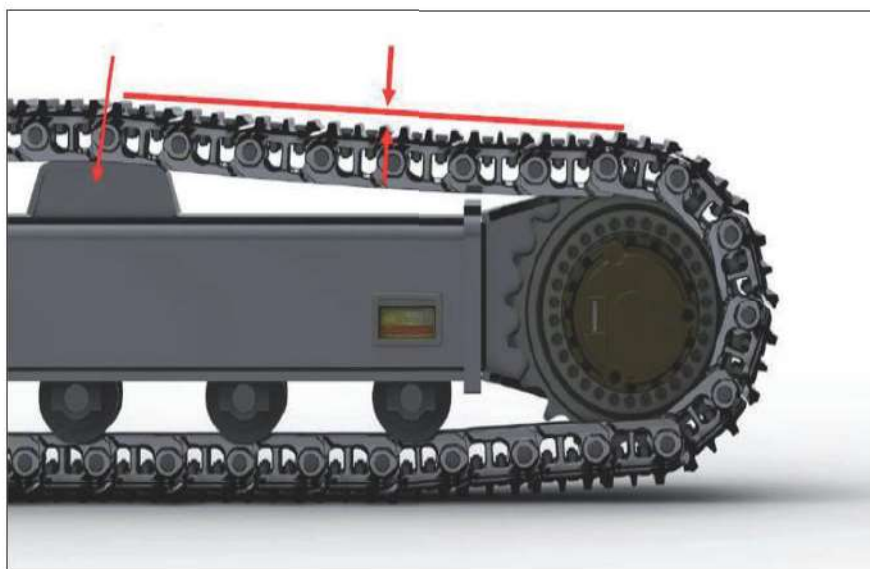

Figure 6.4 - De rupsbandenspanning meten
6. Meet de maximale doorbuiging van het hoogste punt van de rupsband tot aan de onderkant van de lat, zie afbeelding 6.4.